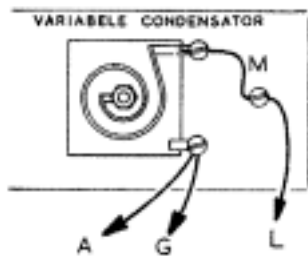

Fig. B22
17. Monteer de weerstand en de diode OA 79 aan de bovenzijde volgens figuur B20, zie blz. 17. De witte ring op de diode moet aan de zijde van de weerstand komen. Eén van de aansluitdraden van de diode (deze draad is in fig. B20 gemerkt met de letter G) verdwijnt door een gat in de bruine isolatieplaat naar de onderzijde. In figuur B21 en figuur B22 kun je zien, dat deze draad G moet worden vastgezet in de klem aan de variabele condensator, die het dichtst bij de bruine isolatieplaat is gelegen.
9. Leg de draad M van de tweede klem aan de variabele condensator naar de klem aan de metalen montageplaat, zie figuur 21 op blz. 17 en figuur B22.